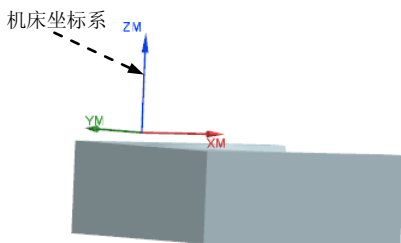

图 13.2 创建机床坐标系
Step2. 在图形区  文本框中输入值 5.0，单击  确定 按钮，此时系统返回至“CSYS”对话框，在该对话框中单击  确定 按钮，完成图 13.2 所示机床坐标系的创建。